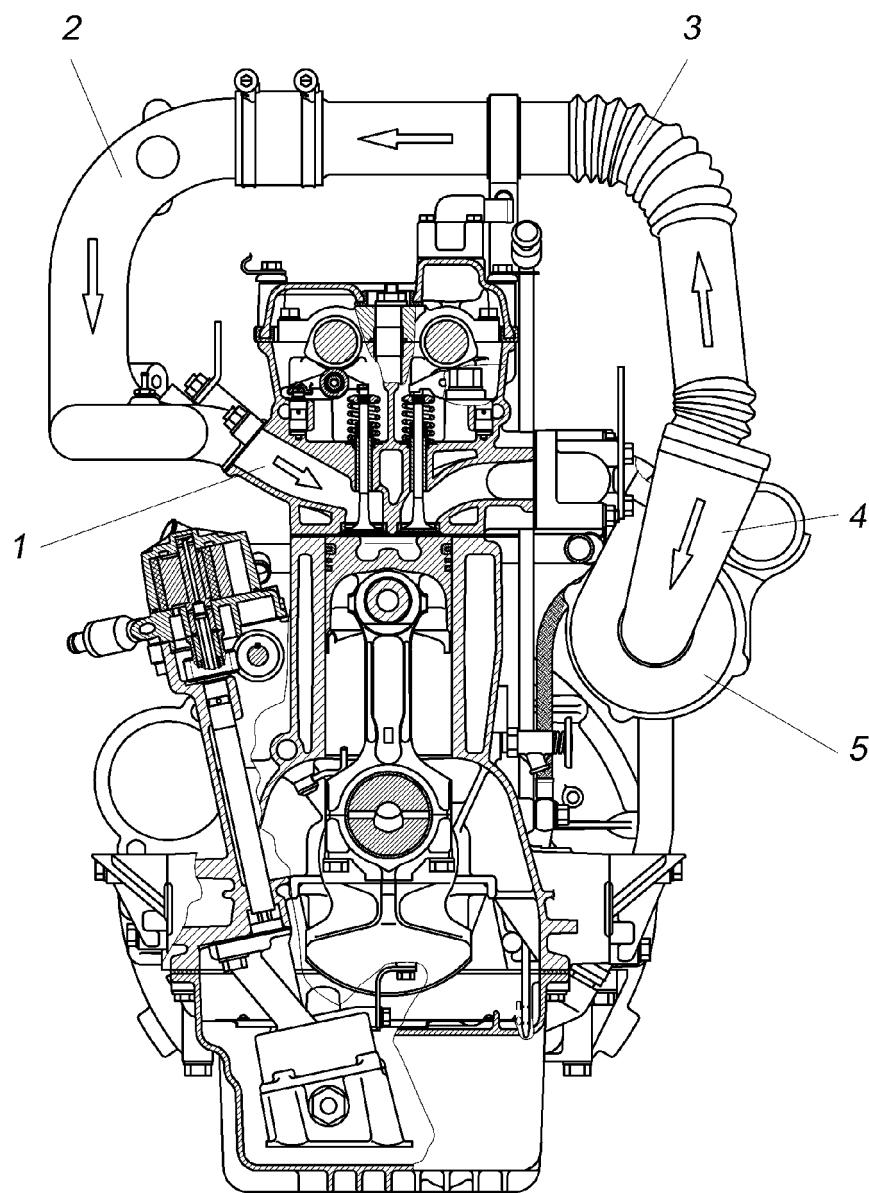

Рисунок 32 – Система впуска воздуха:
**Система впуска воздуха** (Рисунок 32) включает в себя: воздушный фильтр, шланги подвода воздуха от воздушного фильтра, впускной патрубок турбокомпрессора 4, турбокомпрессор 5, воздуховод 3, впускную трубу 2, впускные каналы головки цилиндров 1, впускные клапаны.